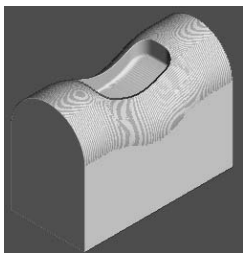

图 5-30 仿真加工结果 2
2) 在“仿真”工具栏的“当前刀具路径”下拉列表中选择要模拟的刀具路径 finish1，然后单击“执行”按钮，系统开始自动仿真加工，仿真加工结果如图 5-30 所示。